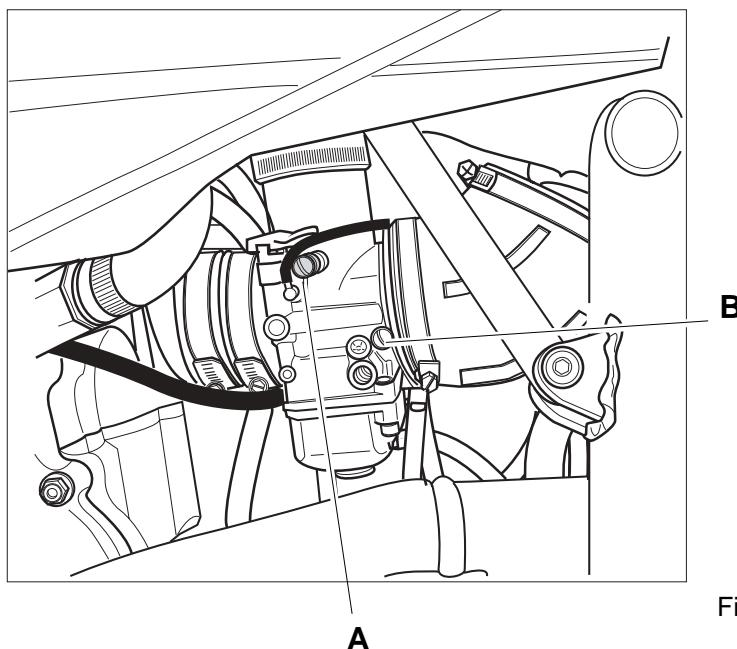

Fig. 17
Il carburatore ha una vite di arresto della farfalla (Rif.A - Fig.17) e una vite di miscela (Rif.B - Fig.17) che va regolata sui valori corretti. Per una regolazione corretta il motore deve essere caldo. La regolazione ha luogo nel modo seguente:
1. Senza accelerare si svita la vite di arresto della farfalla (Rif.A - Fig.17) finché il motore non gira al minimo. Successivamente si regola la vite di miscela (Rif.B - Fig.17) in modo da raggiungere il massimo regime di minimo.
2. In caso il regime sia troppo alto (il motore si imballa) si regola la vite di arresto della farfalla (Rif.A - Fig.17) fino a raggiungere il regime di minimo desiderato e successivamente la vite di miscela (Rif.B - Fig.17) in modo da raggiungere il massimo regime di minimo.
The carburettor has a throttle stop screw (Ref.A - Fig.17) and a mixture adjustment screw (Ref.B - Fig.17) which should be adjusted to the correct settings. To ensure correct setting, the engine should be warm and adjustment should be carried out as follows:
1. With the twist-grip released, screw the throttle stop screw (Ref.A - Fig.17) in until the engine runs at idling speed. Then adjust the mixture adjustment screw (Ref.B - Fig.17) so that the idling speed is a maximum.
2. If the engine speed is too high (the engine overspeed), adjust the throttle stop screw (Ref.A - Fig.17) by screwing it out to the required idling speed, and then reset the mixture adjustment screw (Ref.B - Fig.17) for maximum idling speed.
Der Vergaser hat eine Schieber-Anschlagschraube (Bez.A - Abb.17) und eine Gemisch-Einstellschraube (Bez.B - Abb.17), die beide korrekt eingestellt sein müssen. Die Einstellung bei betriebswarmem Motor folgenderweise vornehmen:
1. Ohne Gasgeben die Schieber-Anschlagschraube (Bez.A - Abb.17) ein-drehen, bis der Motor im Leerlauf rundläuft. Danach die Gemisch-Einstellschraube (Bez.B - Abb.17) verdrehen, bis die höchste Leerlaufdrehzahl erreicht ist.
2. Sollte diese Leerlaufdrehzahl nun zu hoch sein, die Schieber-Anschlagschraube (Bez.A - Abb.17) entsprechend herausdrehen und dann mit der Gemisch-Einstellschraube (Bez.B - Abb.17) erneut die bei dieser Einstellung erreichbare höchste Leerlaufdrehzahl einstellen.
Le carburateur a une vis butée du papillon (Rèf.A - Fig.17) et une vis de richesse (Rèf.B - Fig.17), qui doivent être réglées aux valeurs correctes. Suivre les directives ci-dessous, avec le moteur chaud:
1. Sans gaz, visser la vis butée (Rèf.A - Fig.17) jusqu'à ce que le moteur tourne au ralenti. Règlez ensuite la vis de richesse (Rèf.B - Fig.17) pour obtenir la vitesse la plus élevée.
2. Si la vitesse est trop élevée (emballement du moteur), réglez la vis butée (Rèf.A - Fig.17) pour obtenir la vitesse de ralenti désirée, puis la vis de richesse (Rèf.B - Fig.17) jusqu'à la vitesse la plus élevée.
3. Con questa regolazione il motore riceve la giusta miscela di carburante per un ottimo regime di minimo. Tuttavia la reazione del motore all'avviamento può essere ulteriormente migliorata girando la vite di miscela (Rif.B - Fig.17) di 1/4 di giro. Il minimo scende leggermente ma si raggiunge una regolazione ottimale per il carburatore. Di norma la vite di miscela (Rif.B - Fig.17) deve essere allentata di 2 giri dalla posizione tutta chiusa.
3. At this setting, the engine will be supplied with the correct fuel/air mixture for good idling. However, to make the engine even easier to start, the mixture adjustment screw (Ref.B - Fig.17) can be screwed out a quarter of a turn. The idling speed will then drop slightly, but this is the optimum setting of the carburettor. As a guideline, the mixture adjustment screw (Ref.B - Fig.17) should be screwed out 2 turns of the closed-position.
3. Nun ist das richtige Kraftstoff-Luft-Gemisch für einwandfreien Leerlauf eingestellt. Falls erforderlich, kann die Startwilligkeit des Motors noch etwas verbessert werden, indem die Gemisch-Einstellschraube (Bez.B - Abb.17) um 1/4 Umdrehung herausgedreht wird. Dadurch kann die Leerlaufrehzahl wieder etwas abfallen, aber dies ist jedenfalls die optimale Vergaser-einstellung. Als Richtwert für die Ge-misch-Einstellschraube (Bez.B - Abb. 17) gilt, daß sie ausgehend von der Schließstellung ca. 2 Umdrehung her-ausgedreht sein muß.
3. Avec ce réglage, le moteur reçoit le mélange qu'il faut pour un bon ralenti. On peut toutefois améliorer le départ en dévissant la vis de richesse (Rèf.B - Fig.17) de 1/4 tour. Le ralenti baisse alors quelque peu, mais c'est là ré-glage optimal du carburateur. A titre indicatif, on peut dire que la vis de richesse (Rèf.B - Fig.17) doit être dé-vissée de 2 tour environ de la position de fermeture.